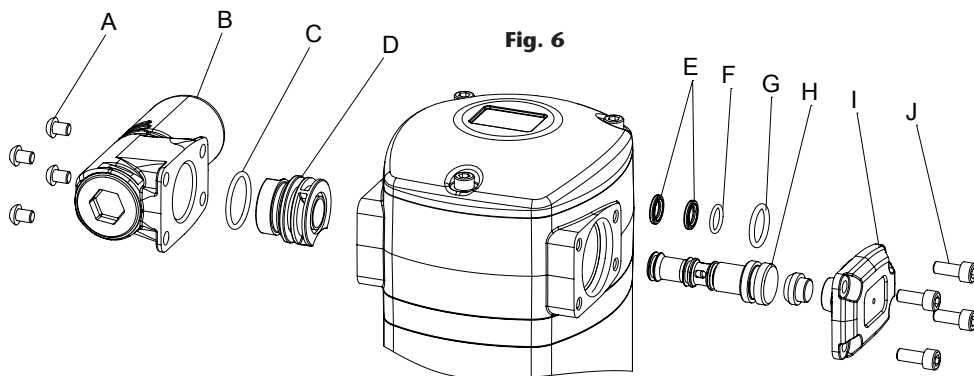

Fig. 6
DISTRIBUTEUR D'AIR (FIG. 6)
1. Dévissez les 4 vis (J) du couvercle (I) et retirez-le.
2. Dévisser les 4 vis (A) du silencieux (B) et le retirer avec le joint (C) et le résonateur du silencieux (D).
3. A l'aide d'un outil en plastique, tapez doucement sur la glissière (H) du côté de son plus petit diamètre à travers le moteur (Fig. 6), retirez la glissière (H).
4. Remplacer les joints de la glissière 2x(E), (F) et (G), ou remplacer la glissière complète (H) avec ses joints installés en usine (section KITS DE REMPLACEMENT). C'est l'option recommandée pour s'assurer que les joints sont correctement installés.